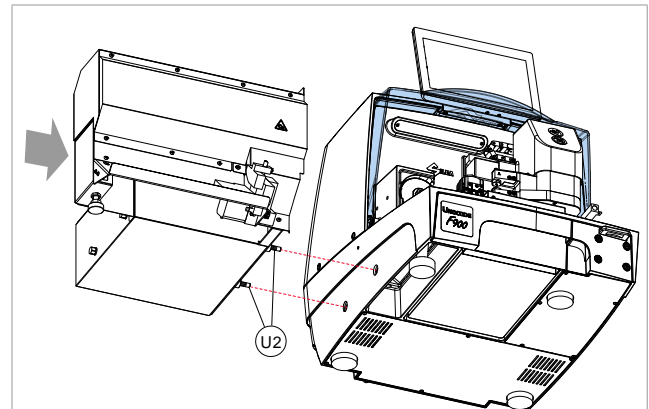

Fig. 30
- 1) Positioneer de aanvoerenheid met de bouten (U2) uitgelijnd met de openingen op de linker wand van de dupliciemachine (Fig. 30).